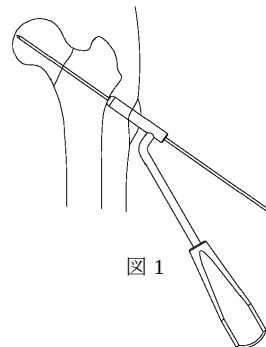

図 1
- 1) 骨折部の整備後、ガイドピンガイドを用いて、2.0 ガイドピンを骨頭軟骨下骨直前まで刺入します。（図 1）